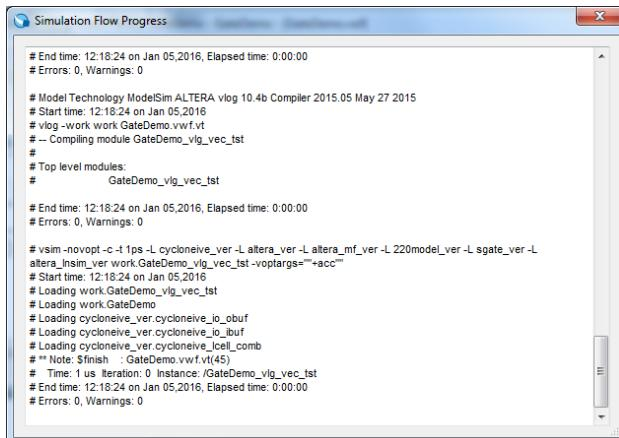
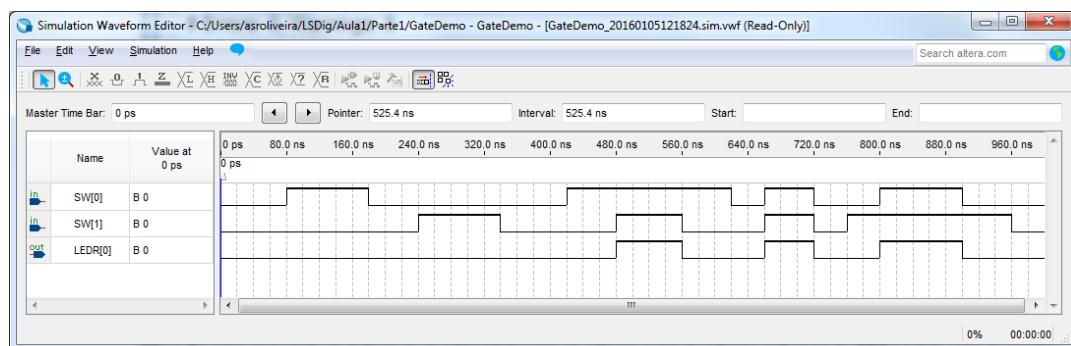

Figura 21 – Janela de compilação e execução da simulação do circuito com os vetores de entrada especificados.
Figura 22 – Janela do simulador com a forma de onda do sinal de saída em função dos vetores de entrada especificados e do comportamento do circuito.
**14.** Execute a simulação através do menu “*Simulation→Run Functional Simulation*”, o qual deve abrir uma janela semelhante à Figura 21. Após a simulação deve obter o valor da saída da porta lógica correspondente às entradas que especificou (Figura 22).